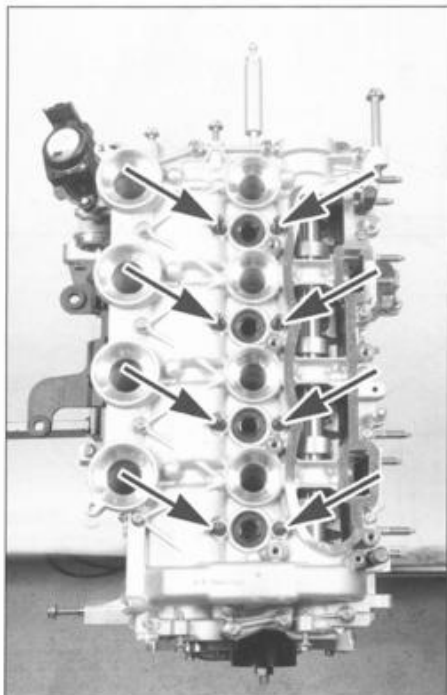

FIG. 36
- comprobar el apriete de los espárragos (fig. 36).